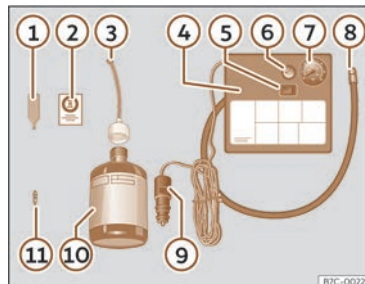

Fig. 213 Representación estándar: contido do kit antipicadas.
O kit antipicadas atópase no compartimento do maleteiro, baixo o revestimento do chan. Inclúe os seguintes compoñentes >>> **fig. 213:**
- Desaparafusa a carapucha e o obús da válvula do pneumático. Use o dispositivo >>> **fig. 213 ①** para extraer o obús. Póñao sobre unha superficie limpa.
- Sacuda con forza a botella de illante de pneumáticos >>> **fig. 213 ⑩**.
- Enrosque o tubo de inflamento >>> **fig. 213 ③** na botella de illante. O precinto da botella romperá automaticamente.
- Retire o tapón do tubo de carga >>> **fig. 213 ③** e enrosque o extremo aberto do tubo na válvula do pneumático.
- Volva colocar o obús co dispositivo >>> **fig. 213 ①** na válvula do pneumático.
- Enrosque o tubo de inflamento do pneumático do compresor >>> **fig. 213 ⑧** na válvula do pneumático.
- Asegúrese de que o parafuso de evacuación de aire estea pechado >>> **fig. 213 ⑥**.
- Acople o conector >>> **fig. 213 ⑨** á toma de corrente de 12 voltios do vehículo >>> páx. 216.
- Conecte o compresor de aire con conmutador ON/OFF >>> **fig. 213 ⑤**.
- Pegue o adhesivo >>> **fig. 213 ②** no cadro de instrumentos, dentro do campo visual do condutor.
Enrosque de novo o tubo de inflamento >>> **fig. 213** (8) e comprobe a presión no manómetro (7).